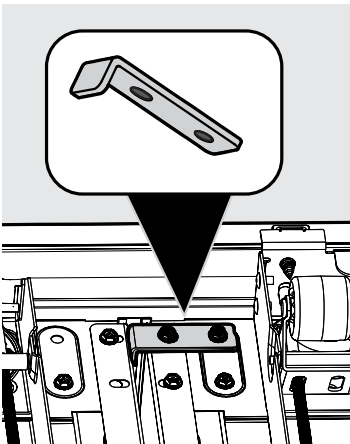

Fig. 8
4. Avec le réfrigérateur toujours sur le dos, utilisez un tourne-écrou 5/16 po pour retirer deux boulons 4H et fixez la barre en L 10H (Fig. 8).